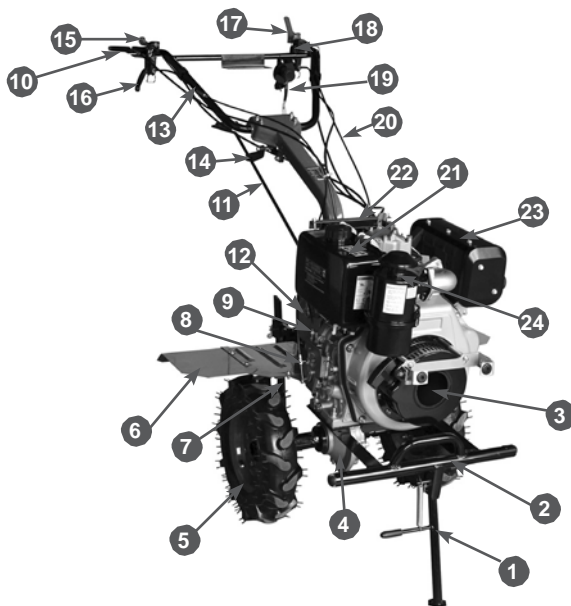

Рис.1 Расположение основных узлов и органов управления
Расположение основных узлов и органов управления представлено на Рис.1.
7. Установите стояночную опору мотоблока (1) Рис.1.
1. Возьмитесь за рычаг сцепления 18 (Рис.1) нажмите и отпустите его 2-3 раза, чтобы включить сцепление. Если включить сцепление не получается, проверьте регулировку свободного хода рычага.
1. Нажмите на рычаг реверса 16 (Рис.1) и отпустите его 2-3 раза, чтобы включить передачу. Если включить передачу не получается, изменяйте положение рычага, пока передача не включится.